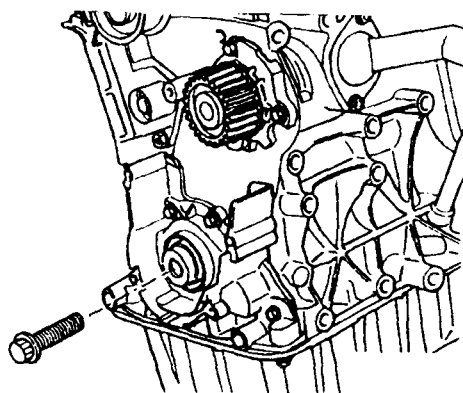

图 1-20
②使用油封提取器前,用手将中央螺栓在曲轴上拧牢(图 1-20)。
③将油封提取器 3203 内部件旋出六圈(约 14mm)并用滚花旋钮固定。